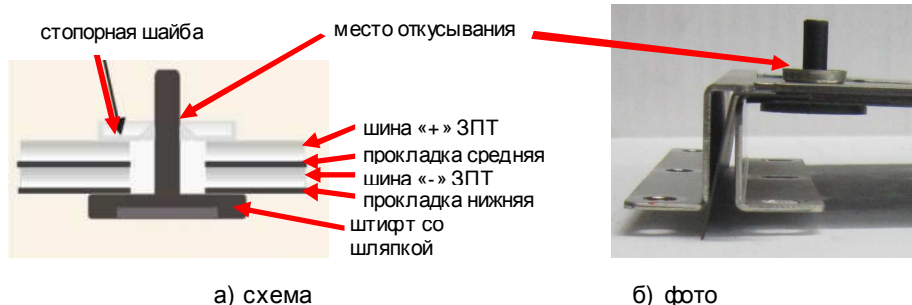

Рис. 6.16. Соединение шин ЗПТ.
6.13.1. Откусить пластиковые стержни непосредственно возле стопорных шайб и разобрать конструкцию (рис.6.16).